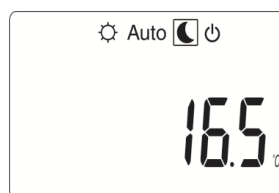

Fig. 14
- 1) accionar el pulsador de navegación (▶), hasta que aparezca contorneado el símbolo  de funcionamiento reducido, como en Fig. 14;